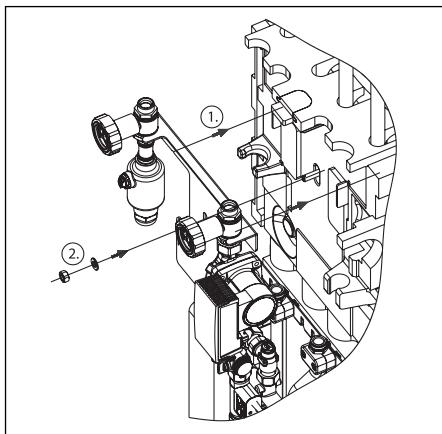

Fig. 17 Montaggio del Gruppo solare
- Aggiorniare il gruppo solare al supporto (Fig. 17 Punto 1) e fissare con una rondella e un dado di sicurezza (Punto 2)